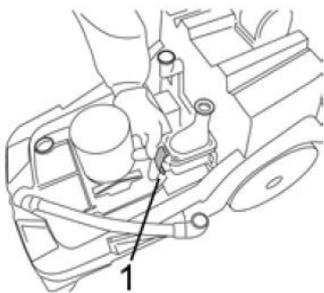

Abb. 22: Haltehebel lösen
- Lösen Sie den Haltehebel (Abb. 22) und entfernen Sie die Abdeckung des Umlenkventils